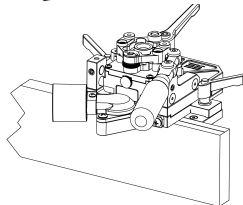

FIG. 18
3. Après avoir retiré la fraise, appuyez sur le bouton du piston de retour du chariot et le Pocket Mill Pro retournera à sa position de départ. (Voir figure 18.)